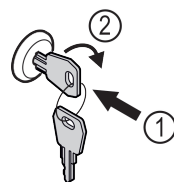

Fig. 175
- ▶ Insérer la clé. Fig. 175 (1)
- ▶ Tourner la clé à 90° dans le sens horaire. Fig. 175 (2)